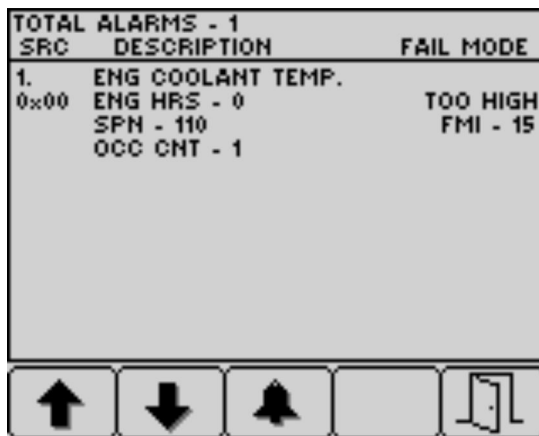

Bild 80
- Betätigen Sie die Taste 5, um die Liste der aktiven Störungen zu verlassen und in den Startbildschirm zu wechseln (Bild 80).
5. Betätigen Sie die Taste 5, um die Liste der aktiven Störungen zu verlassen und in den Startbildschirm zu wechseln, siehe Bild 80 in Hinweismeldungen des Motors \(Seite 47\).